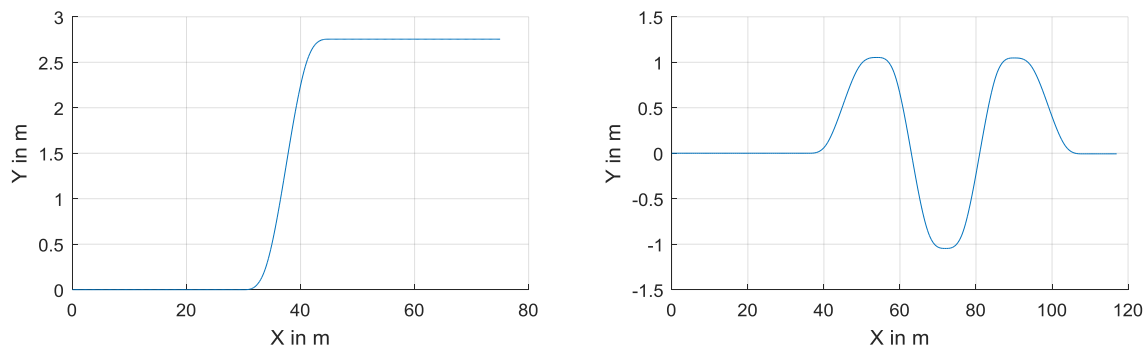

Abbildung 4: Spurwechsel und Slalom Manöver
Nach der Modellierung des Fahrzeuges beschließt Ihr Team entsprechend der Vorlesungsunterlagen Fahrzeugregelung II einen Zustandsregler zur autonomen Querführung des Fahrzeuges zu entwickeln. Vom Auftraggeber erhalten sie die in Abbildung 4 dargestellten Manöver, anhand derer Sie die Funktionsfähigkeit Ihres Reglers nachweisen sollen.
**Aufgabe 4:** Der Regler soll so angepasst werden, dass das Slalom Manöver aus Abbildung 4 auch mit variabler Geschwindigkeit ( $10 \text{ m/s} - 20 \text{ m/s}$ ) durchfahren werden kann. Berechnen Sie dazu analog zu Aufgabe 2 die Rückführmatrix  $K(10)$  für  $v = 10 \text{ m/s}$  und implementieren Sie eine geschwindigkeitsabhängige Adaptierung  $K(v)$  entsprechend folgender linearer Beziehung: